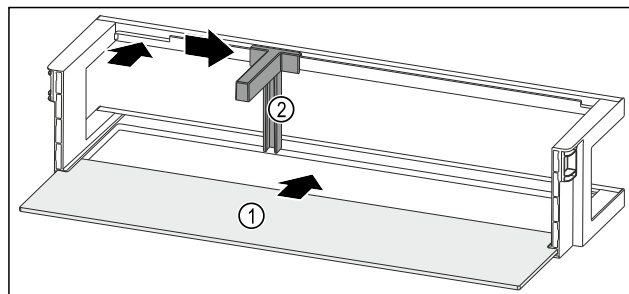

Fig. 89 Рафт на врата с рафт
- Вкарайте рафта Fig. 89 (1) в страничните прорези.
- ▶ Поставете преградата за бутилки Fig. 89 (2) в прореза.
- ▶ Плъзнете преградата за бутилки Fig. 89 (2) настрани до желаната позиция.